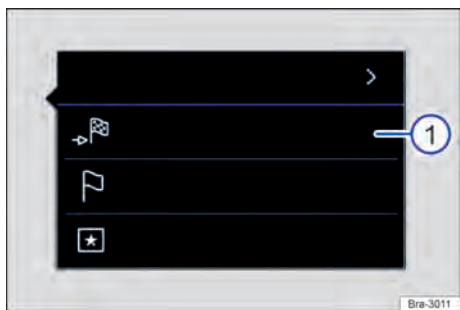

Fig. 151 Tocar o ponto desejado no mapa para registro direto do destino.
O mapa de navegação para o seu país contém em vários locais áreas ativas, próprias para uma entrada de dados diretamente a partir do mapa. Para isso toque com o dedo no local desejado no mapa e havendo para este local dados ativos, abre-se uma janela adicional referente ao destino tocado → Fig. 151 ①.
→ Fig. 151 ①: